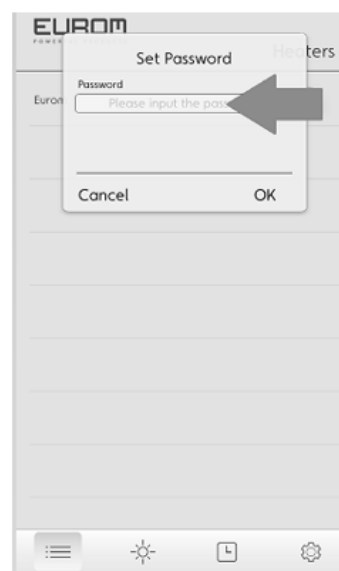

Figure 3
- Un mot de passe est demandé lors de la première utilisation ; le mot de passe paramétré par défaut est : 12345678 (fig. 3). Si le mot de passe n'est pas accepté, vous pouvez le réinitialiser au mot de passe par défaut en maintenant la touche de réinitialisation enfoncée pendant 5 secondes.